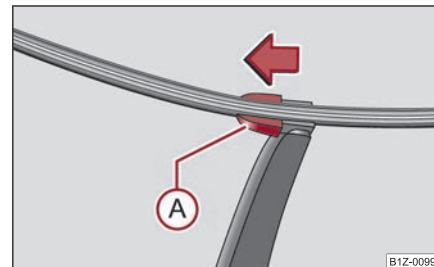

Fig. 72 Lamela ștergătorului lunetei
- Ridicați brațul ștergătorului de pe lunetă și poziționați lamela astfel încât să formeze un unghi drept cu brațul ștergătorului ⇒ fig. 72.
- Cu cealaltă mână deblocați siguranța ① în sensul săgeții și scoateți lamela.